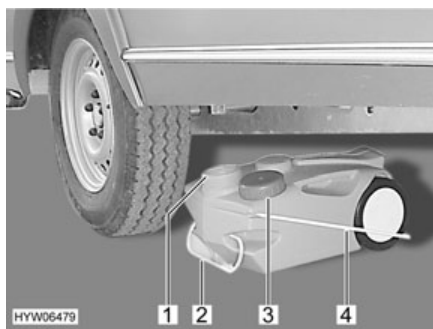

Fig. 160 Depósito de aguas residuales, con ruedas
- Cerrar la abertura del depósito de aguas residuales (Fig. 160,1) con la tapa (Fig. 160,3).
- Extraer el depósito de aguas residuales por el tirador (Fig. 160,2).
- Abatir hacia arriba el tirador (Fig. 160,4) y colocar el depósito de aguas residuales.